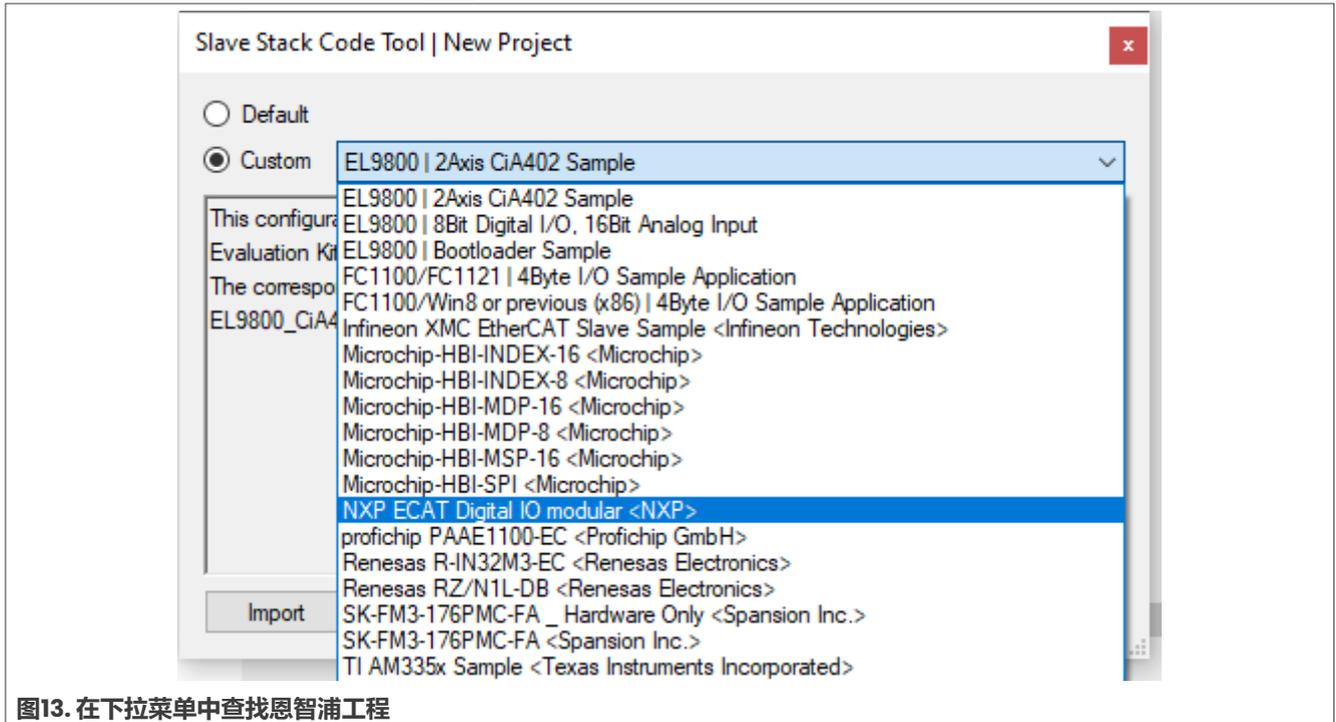

图13. 在下拉菜单中查找恩智浦工程
5. 在当前阶段，我们已经使用SSC工具（5.13版）成功添加了**NXP ECAT Digital IO modular**工程。可以在下拉菜单中查找此工程，具体位置如图13所示。